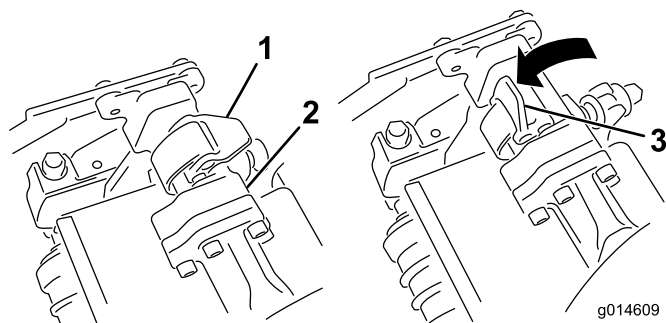
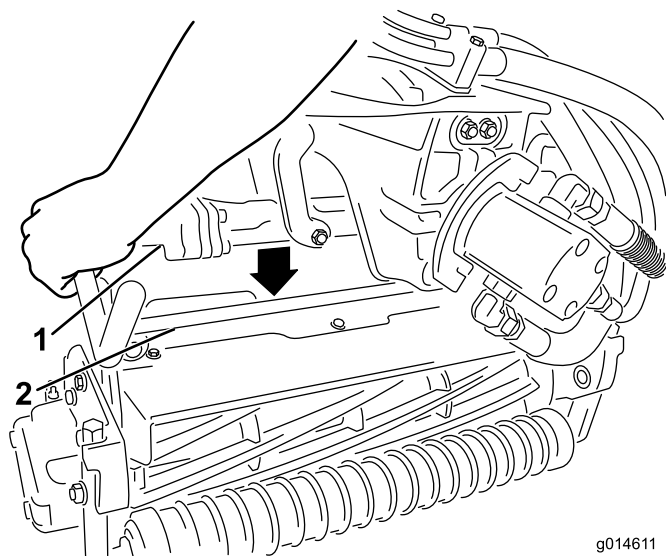

Figura 33
Figura 34
3. Con los enganches del brazo de suspensión orientados hacia arriba (es decir, abiertos (Figura 33), empuje hacia abajo el brazo de suspensión de modo que la barra encaje en la barra situada en la parte superior de la unidad de corte (Figura 34).
4. Presione los enganches hacia abajo alrededor de la barra de la unidad de corte y bloquéelas (Figura 33).
4. Abra los enganches de la barra del brazo de suspensión de la unidad de corte que está retirando (Figura 33).